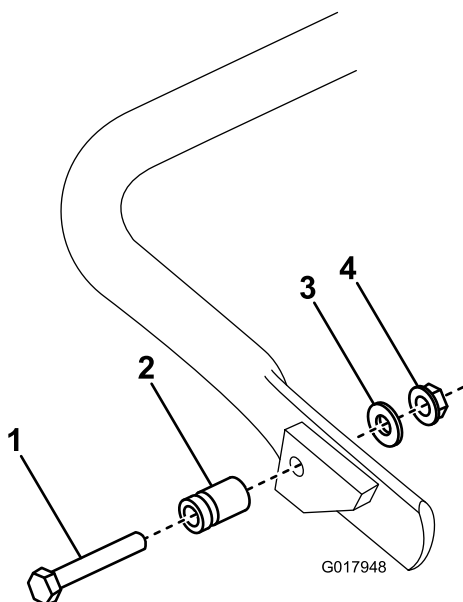

Figura 5
1. **En el Modelo 04056 solamente,** conecte el anclaje del muelle al lado derecho del caballete (Figura 5) usando el perno, la arandela y la tuerca con arandela prensada suministrados.